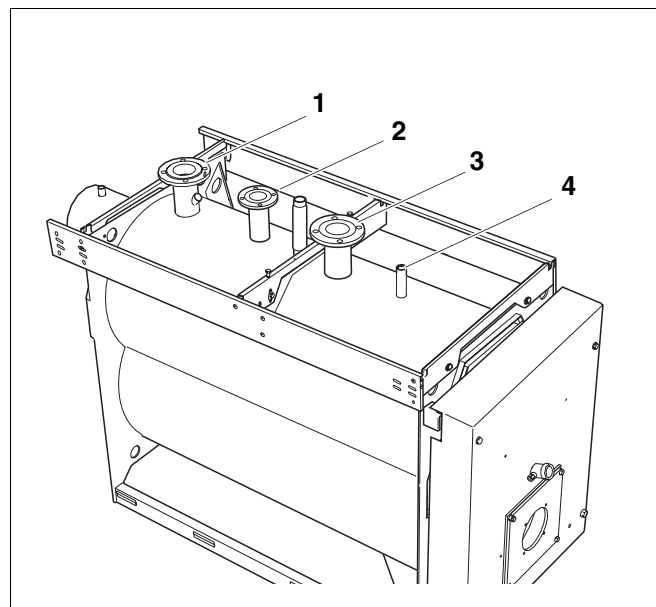

Рис. 21 Отопительный котел Logano S735
- Подсоединить подающую линию системы отопления к месту ее подключения на отопительном котле (рис. 21, поз. 1).
из-за ошибочного подключения компонентов к предохранительной подающей линии (рис. 21, поз. 2).
- К подающей предохранительной линии не допускается подключать бак-водонагреватель или какой-либо другой отопительный контур (рис. 21, поз. 2).
- Закрепить предохранительный клапан 4 болтами к месту подключения подающей предохранительной линии (VSL) (рис. 21, поз. 2).
- Подключить коллектор со штуцерами к предназначенному для него месту (рис. 21, поз. 4). Соблюдайте указания специальной инструкции по монтажу коллектора.